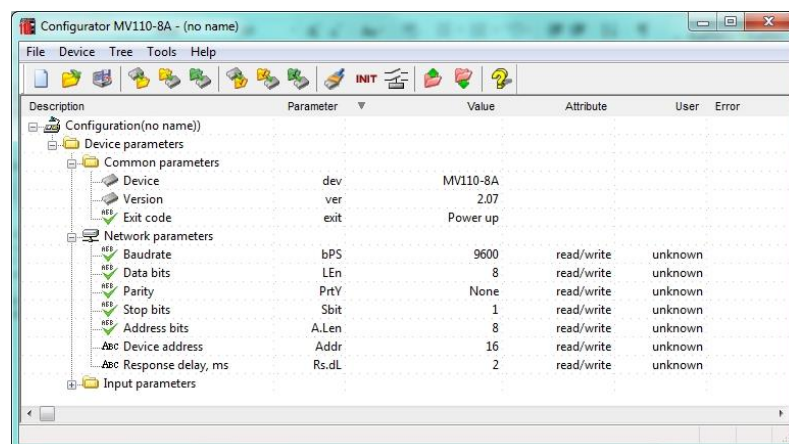

Abb. 7.2 M110 Configurator Hauptfenster
- Das Hauptfenster mit der Gerätemaske wird geöffnet. Verwenden Sie das Menüpfad *“Device>Read all“* um die Benutzernetzwerkeinstellungen vom Gerät zu lesen (siehe Abb. 7.2)